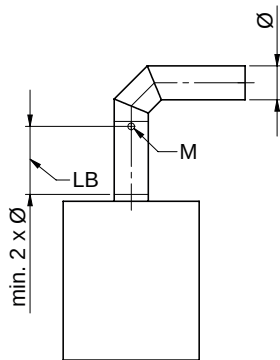
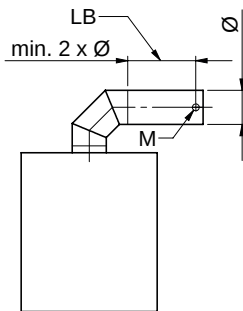

Fig. 127
Fig. 128
- j) Apertura per la misurazione dei gas combustibili: l'apertura per la misurazione deve essere esterna alla caldaia (Fig. 127 e Fig. 128), pertanto utilizzare il tubo con l'apertura per la misurazione, oppure praticare un foro nel tubo dei gas combustibili in acciaio inox con una punta Ø 11 mm.
Il foro di misurazione della polvere deve avere un diametro (Ø) almeno 2x il tubo di scarico dopo un tratto rettilineo di smorzamento – Fig. 127 e Fig. 128.